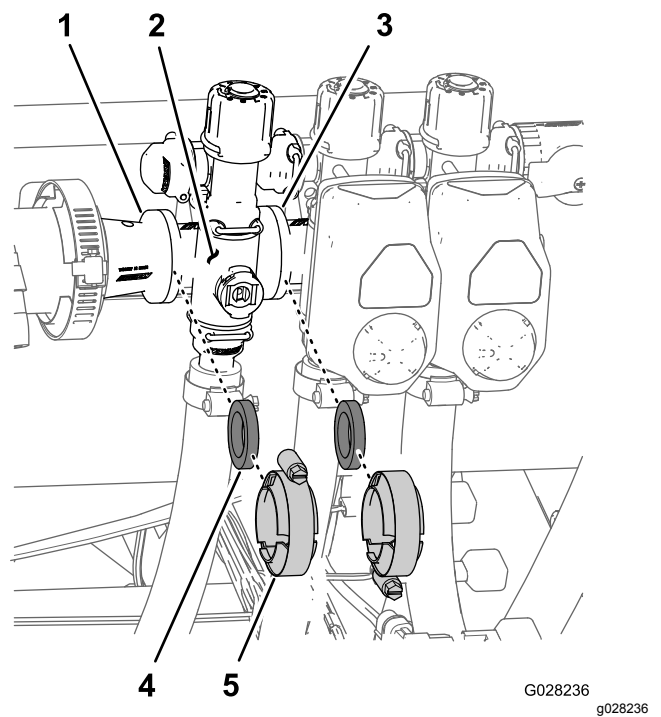

Bild 94
- Entfernen Sie die Klemmen und Dichtungen, mit denen der Verteiler für das Abschnittventil (Bild 94) an dem danebenliegenden Abschnittventil (falls linkes Abschnittventil auch die Reduzierkupplung) befestigt ist.